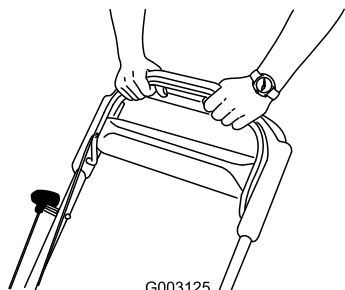

Bild 25
3. Halten Sie den Schaltbügel gegen den Griff gedrückt (Bild 25).